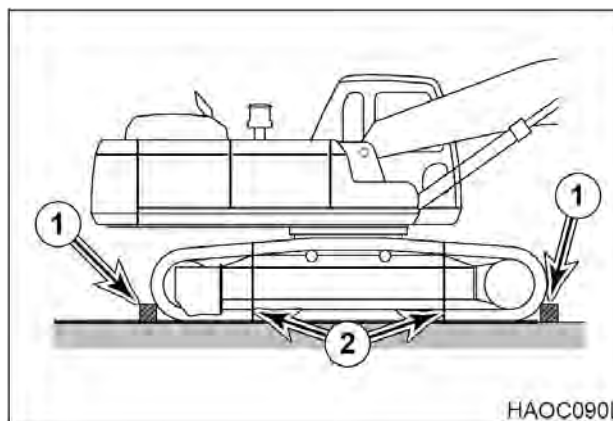

Рис. 16
12. Перед началом транспортировки убедиться, что экскаватор закреплен на трейлере. Поместить блоки (1, рис. 16) спереди и позади каждого трака. Использовать цепи или кабельное крепление (2) согласно требованиям местных законов о перевозке.